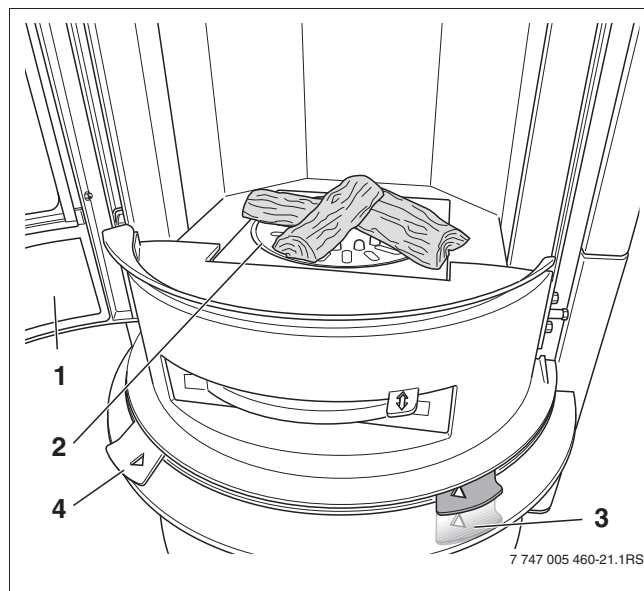

Рис. 27 Топочная камера с дровами
- ▶ Закройте дверцу топки (→ рис. 27, [1]) и закройте её ручкой.
- ▶ Не открывайте топку (→ рис. 27, [1]) до тех пор, пока поленья не превратятся в угли.